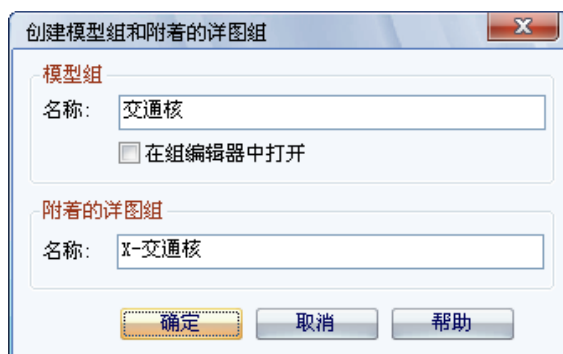

图 4-10
- 7) 选择以上构件单击“选择多个”上下文选项卡>“创建”面板>“创建组”工具，在弹出的“创建模型组合附着的详图组”对话框中输入模型组名称“交通核”，附着的详图组名称“X-交通核”并确定完成组的创建（如图 4-10 所示）。